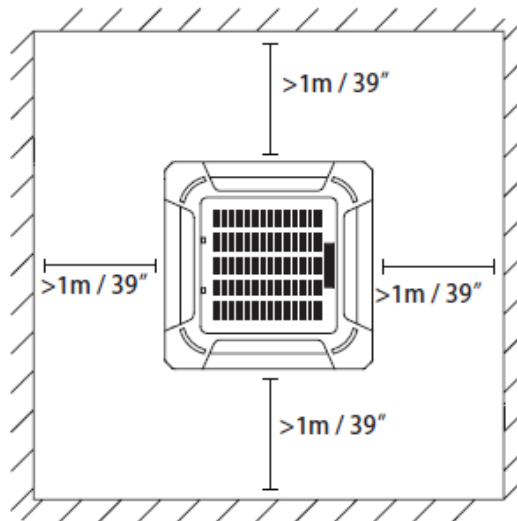

Fig. 4.3
1. Folositi sablonul din hartie inclus pentru a taia o gaura dreptunghiulara in plafon, lasand cel puțin 1 m (39") pe toate laturile. Gaura va fi de 4 cm (1,6"), mai mare decât dimensiunea corpului (Vezi Fig. 4.3). Aveti grija sa marcati pe plafon punctele in care vor fi facute gaurile pentru console.